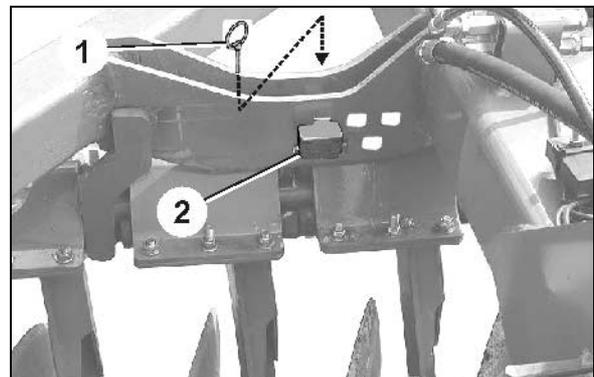

Fig. 18
1. Klapstecker (Fig. 18/1) l sen
2. Excenterbolzen (Fig. 18/2) in den gew nschten Steckplatz stecken.